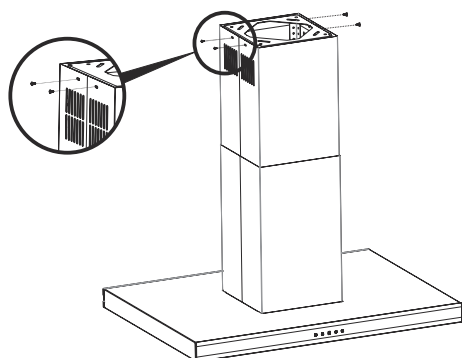

Fig. 14
- ➔ Løft nu den indvendige skorsten op mod loftflancen og skrú den fast via 4 stk 3,5 x 9,5 (sort til sorte emhætter og nikkel til hvide og stål emhætter) skruer for at fastmontere (Fig. 14).